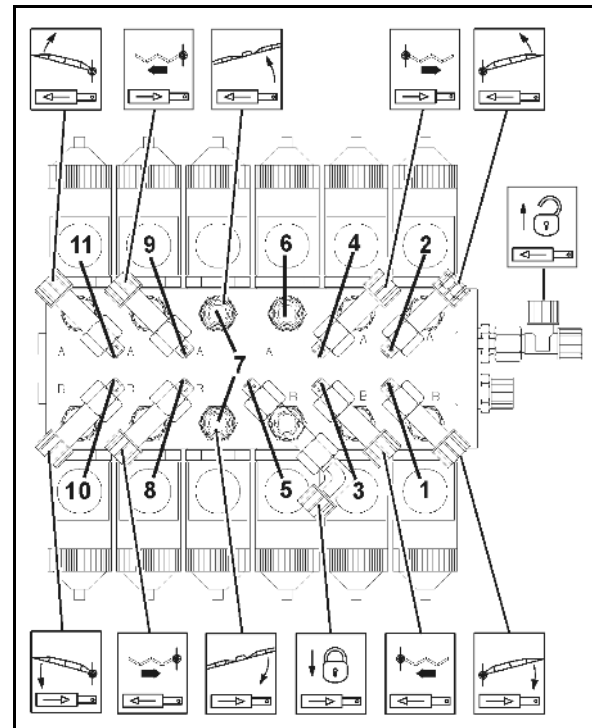

Bild 194
1. Skruva av kåpan (Bild 194/1) från hyttaket.